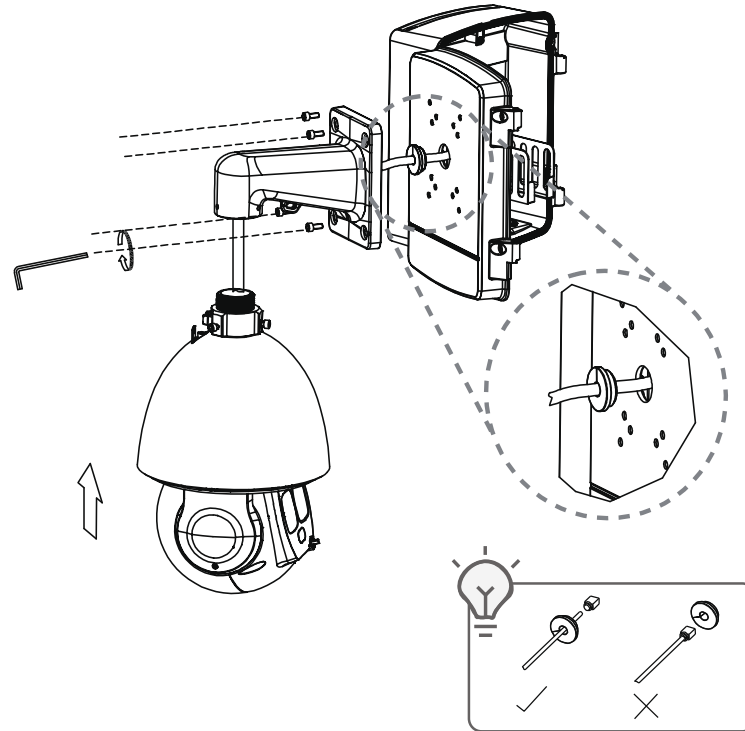

Рисунок 4.6 – Монтаж
4. Протолкните кабель от видеокамеры внутрь монтажной коробки. При помощи винтов (М6×14) из комплекта поставки закрепите кронштейн с видеокамерой на передней панели монтажной коробки (Рисунок 4.6).